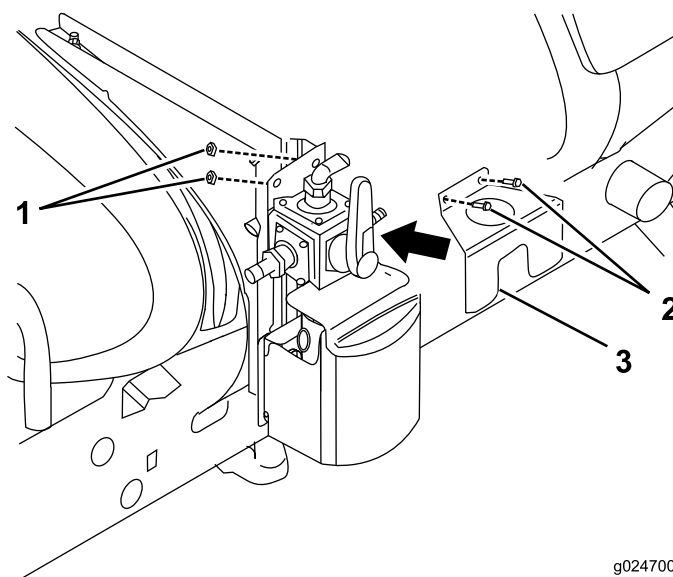

Figura 17
4. Instale o suporte da placa no conjunto de montagem da válvula com 2 parafusos flangeados e 2 porcas flangeadas (Figura 17).